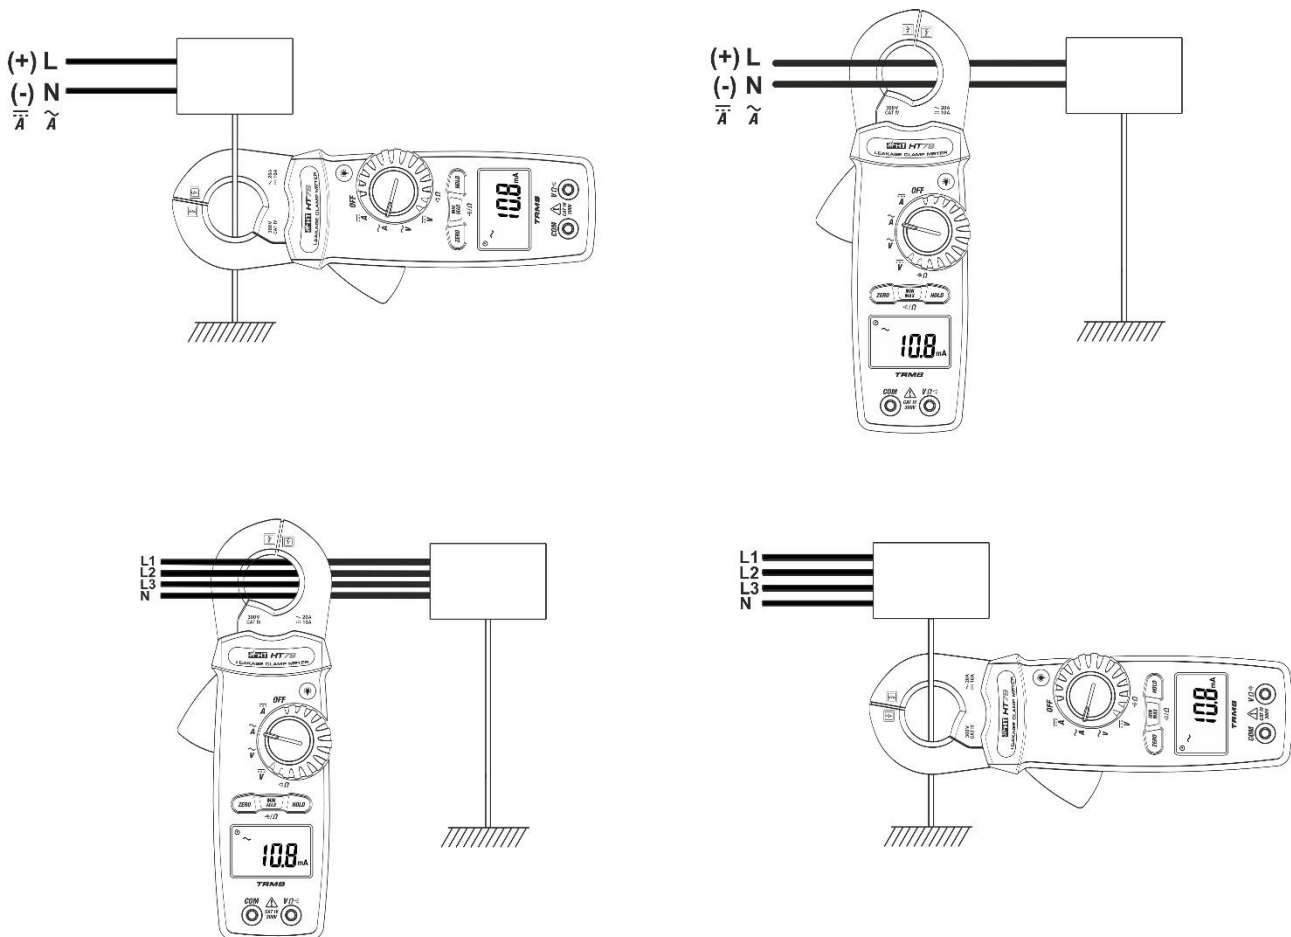

Fig. 10: Uso do instrumento para medir Correntes de fuga CA ou CC
3. Abrir o toróide e ligar o instrumento como se mostra na Fig. 10 para sistemas CC ou sistemas CA Monofásicos/Trifásicos 4-fios. O valor da corrente de fuga é apresentado no display